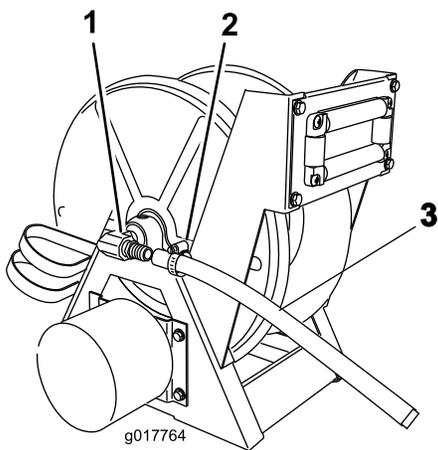

図 16
17. ホースクランプをホースに通し、ホースを、ホースリール・アセンブリの直角バーブに接続する（図 16）。